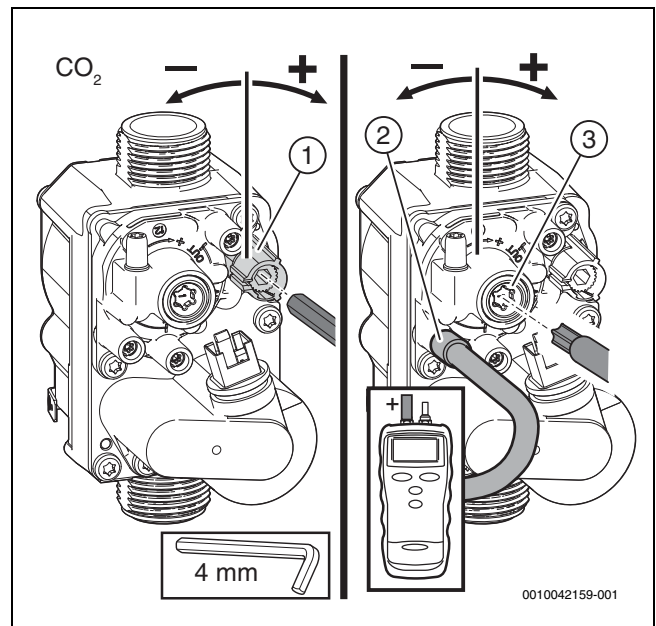

Fig. 47 Réglage du bloc gaz
- ▶ Retirer le scellé sur la vis de réglage du bloc gaz (bloc gaz en bas uniquement dans la fig. 47) et régler la teneur en CO₂ ou en O₂ pour une puissance thermique nominale minimale.